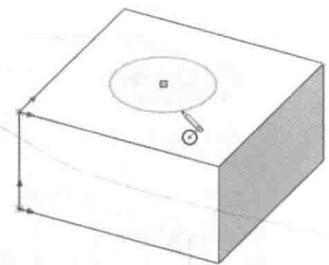

图 1-17 画圆
(2) 单击“草图”工具栏上的“圆”按钮 \odot ，在长方体上表面绘制一个圆，如图 1-17 所示。